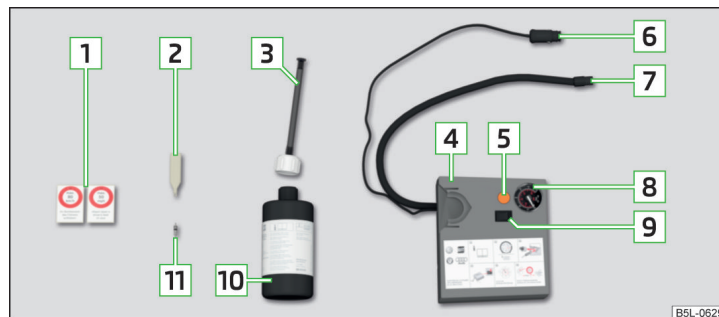

Fig. 223 Schéma du principe : Composants du kit de dépannage
Composants du kit » fig. 223
- ▶ Collez l'autocollant [1] » fig. 223 à la page 229 sur le tableau de bord dans le champ de vision du conducteur.
- ▶ Secouez énergiquement le flacon de produit de colmatage des pneus [10] » fig. 223 à la page 229 pendant quelques secondes.
- ▶ Vissez fermement le flexible de gonflage des pneus [7] » fig. 223 à la page 229 du gonfleur sur la valve du pneu.